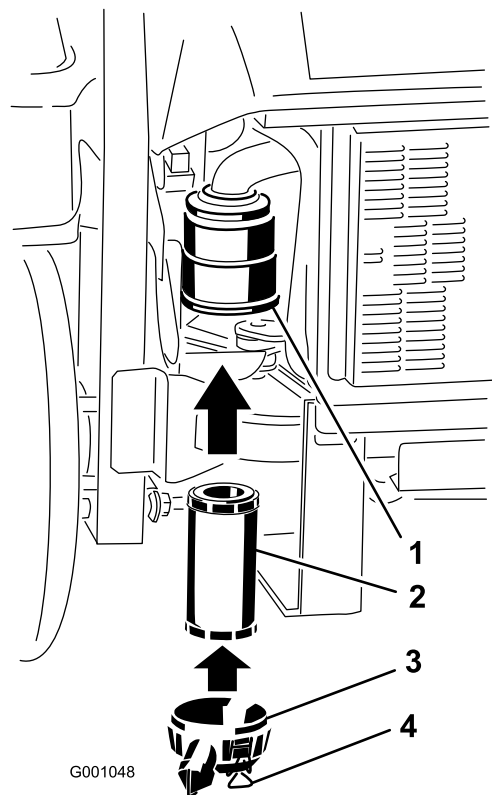

Bild 44
2. Schieben Sie den Filter vorsichtig in das Gehäuse (Bild 44). Stellen Sie sicher, dass dieser einwandfrei einliegt, indem Sie beim Einbauen auf den äußeren Rand des Filters drücken.
3. Bringen Sie die Luftfilterabdeckung an und befestigen die Riegel (Bild 44).